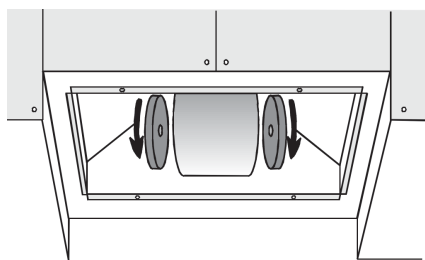

fig.5
4. Tournez les filtres à charbon actifs dans le sens contraire des aiguilles d'une montre jusqu'à ce qu'ils se débloquent (fig. 5).